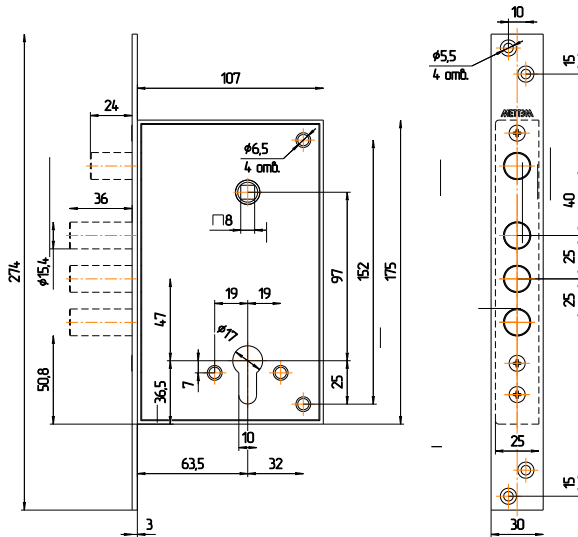

Рис.2
4.1. Произвести разметку на двери согласно рис.2. Выполнить на торце полотна двери гнездо для корпуса замка, а также отверстия для крепежа замка. Выполнить на полотне двери отверстия для МЦ, крепежа накладок, с внутренней стороны двери – отверстие для поводка привода задвижки, а в дверной коробке отверстия под пальцы засова и задвижки.